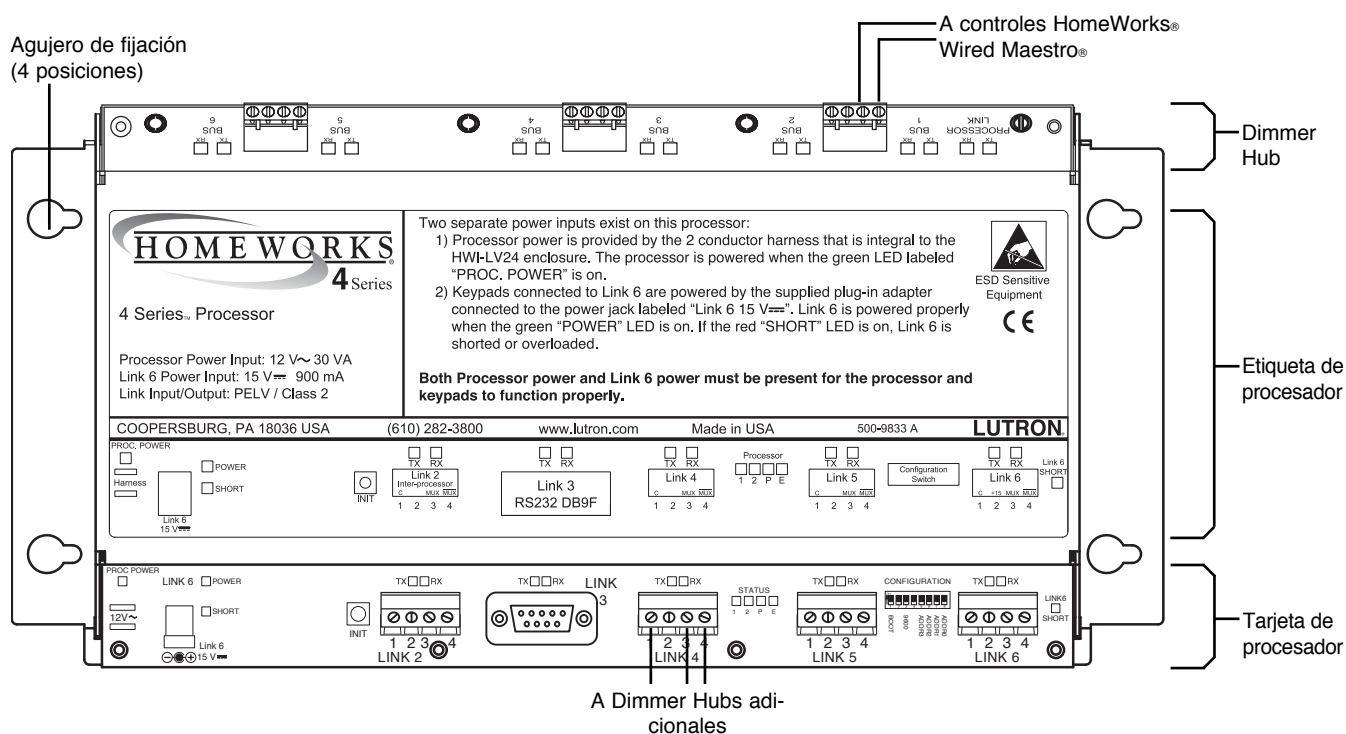

Figura 4 – Procesador 4 Series™
4. **Conexión a los controles de iluminación HomeWorks.** Conecte los cables de comunicación de los dimmers al Dimmer Hub instalado en fábrica (véase Figura 4, página 7). Conecte los buses de acuerdo con las asignaciones correspondientes usando la utilidad HomeWorks. Las conexiones gris y violeta están marcadas en la tarjeta de circuito impreso.